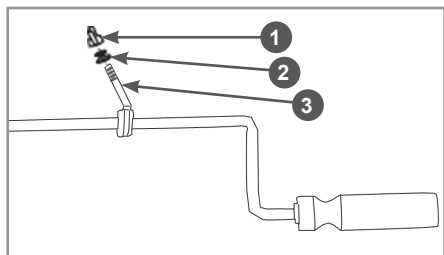

Рис. 5 Шток крепления рычага поворота желоба
4.2. Открутите гайку 1 и снимите шайбы 2 (Рис.5)